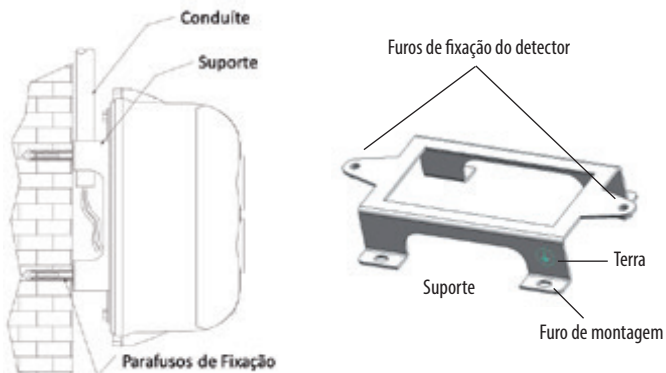

Fig. 10
(2) Conduíte na Superfície da parede
- Método de montagem é mostrado na Fig. 10